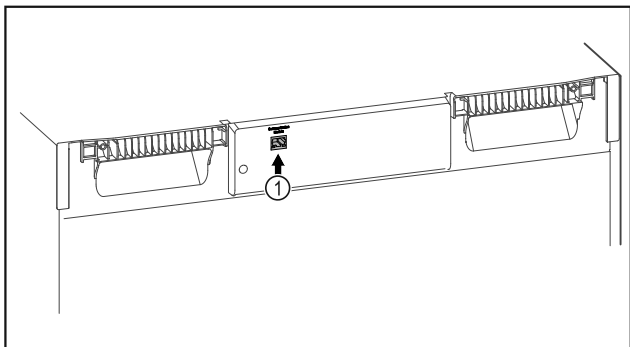

Fig. 85
- SmartModule Fig. 85 (1) on otettu käyttöön.